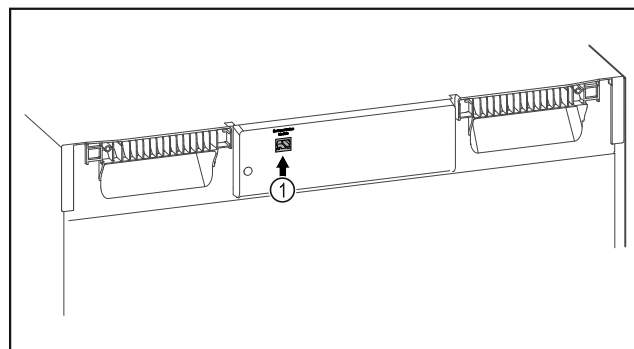

Fig. 99
- SmartModule Fig. 99 (1) är insatt.